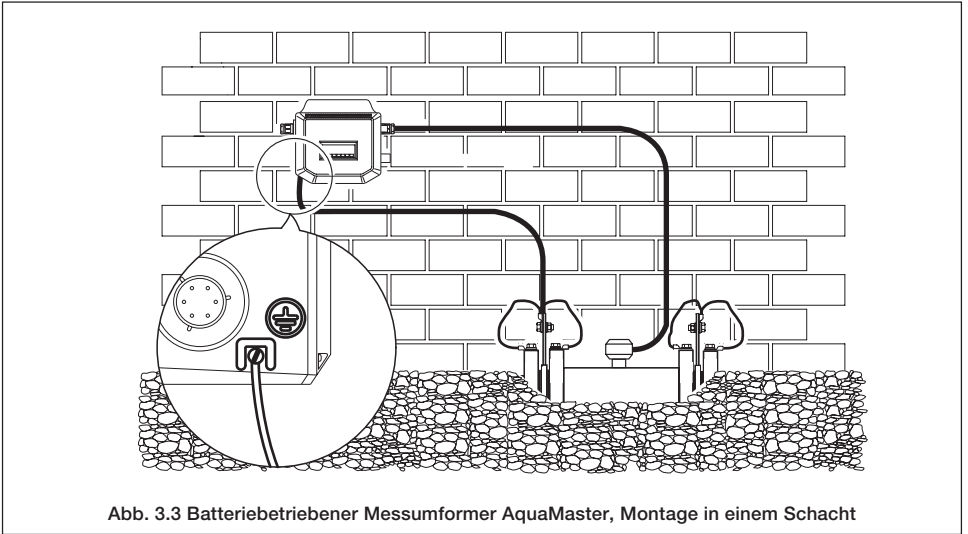
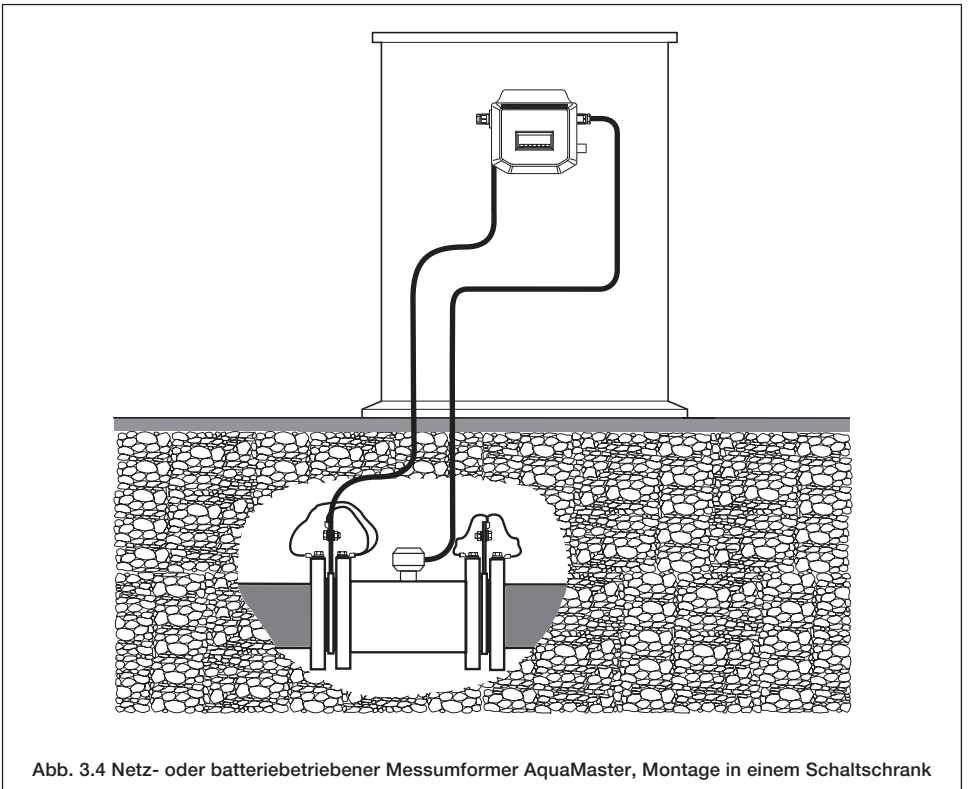

Abb. 3.3 Batteriebetriebener Messumformer AquaMaster, Montage in einem Schacht
Abb. 3.4 Netz- oder batteriebetriebener Messumformer AquaMaster, Montage in einem Schaltschrank
- Verbinden Sie den Erdungsanschluss des Messumformers mit der Gehäuseerdung des Durchflussmessers – siehe Abb. 3.3 und Abb. 3.4.